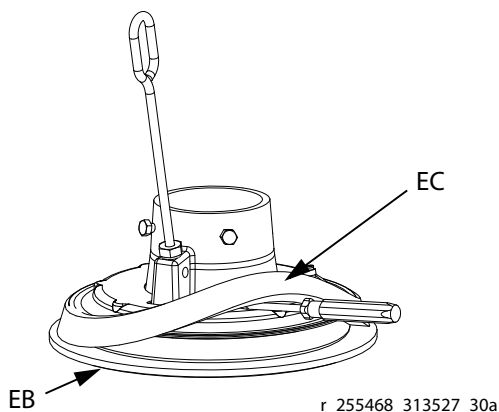

Рис. 17: Надевание прокладки
3. Вручную приподнимите один край прокладки (EC) и снимите ее с прижимной плиты, стягивая ее вниз через фланец и нижние очистители (EB). См. Рис. 17.
4. Сохраните прокладку (EC), так как она понадобится для других случаев.
2. Проследите за тем, чтобы больший диаметр прокладки (EC) был направлен **вниз**. Вручную установите прокладку (EC) на опору, целиком над фланцем прижимной плиты. См. Рис. 17.